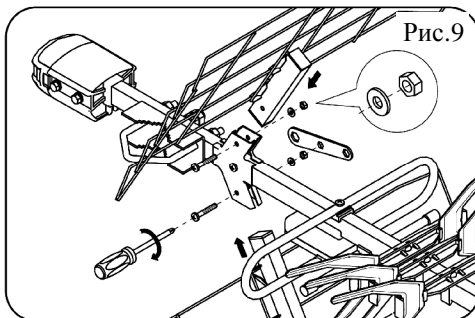

Рис.9
5.11.Установить один рефлектор в сборе в держатель и закрепите винтом №3 с шайбой и гайкой. Также установить второй рефлектор в сборе. Окончательно затянуть винт с гайкой крепления держателя рефлекторов на штанге (рис.9).